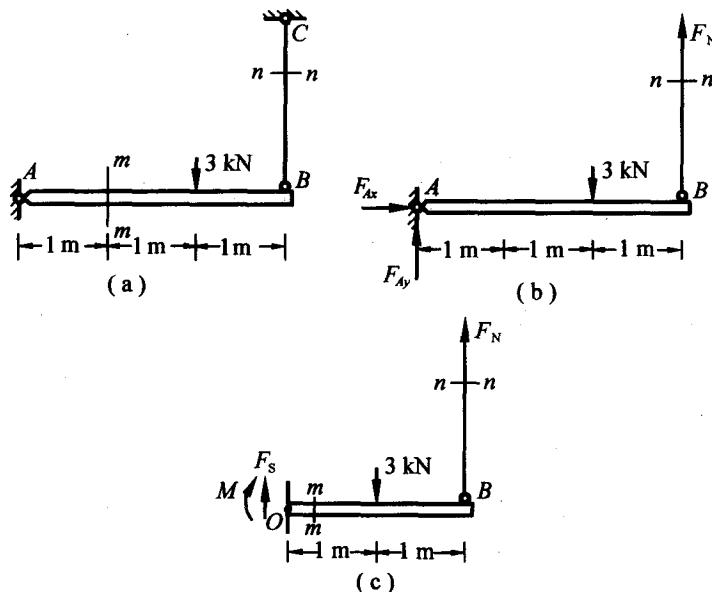

图 1-2
1.2 试求图 1-2(a) 所示结构 $m - m$ 和 $n - n$ 两截面上的内力, 并指出 AB 和 BC 两杆的变形属于何类基本变形。
解 应用截面法, 对图 1-2(a) 取截面 $n - n$ 以下部分为研究对象, 受力如图 1-2(b) 所示。由平衡条件 $\sum M_A = 0, F_N \times 3 - 3 \times 2 = 0$, 解得 $F_N = 2 \text{ kN}$ 。
应用截面法, 取图 1-2(a) 所示截面 $m - m$ 以右及 $n - n$ 以下部分作为研究对象, 其受力如图 1-2(c) 所示。由平衡条件 $\sum M_o = 0, F_N \times 2 - 3 \times 1 - M = 0, \sum F_y = 0, F_s + F_N - 3 = 0$, 解得 $M = 1 \text{ kN} \cdot \text{m}, F_s = 1 \text{ kN}$ 。